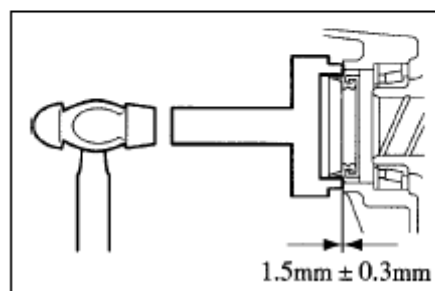

Рис. 77
2. Установите сальник как показано на Рис. 77.